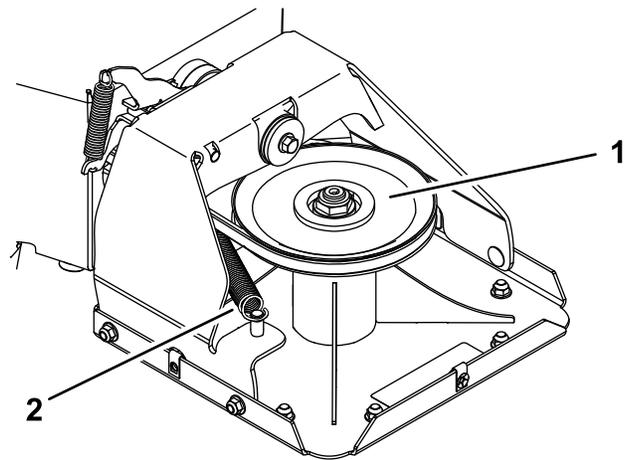
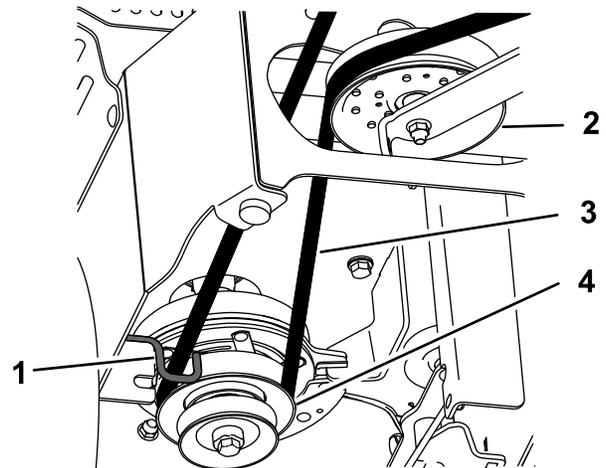

Figure 32
Figure 33
7. Détachez le ressort d'extension (Figure 32).
9. Acheminez la courroie neuve autour de la poulie d'embrayage, dans le guide de courroie, le long de la poulie de tension et autour de la poulie de plateau de coupe (Figure 32 et Figure 33).
10. Montez le ressort d'extension (Figure 32).